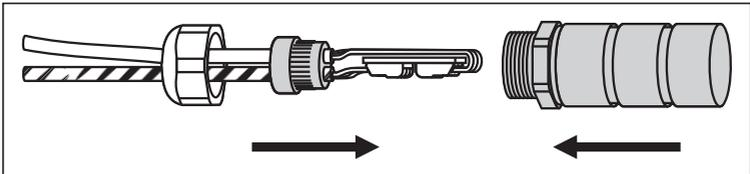

Fig. 6: Étape de montage 6 :
6. Poussez la garniture d'étanchéité dans la gaine jusqu'à la butée (Fig. 6).